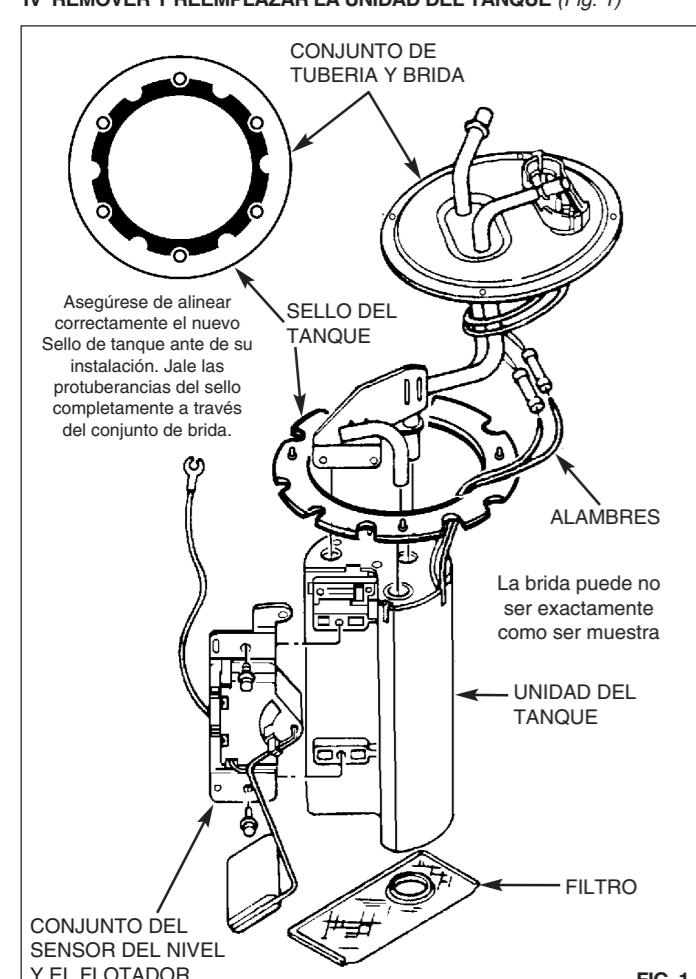

FIG. 1
IV REMOVER Y REEMPLAZAR LA UNIDAD DEL TANQUE (Fig. 1)
B) Instale el nuevo sello de tanque de tipo Protuberancia en el conjunto de pestaña/tubería. Asegúrese de instalar el sello con la orientación correcta. Jale las protuberancias del sello completamente a través del conjunto de brida. (Ver Fig. 1)